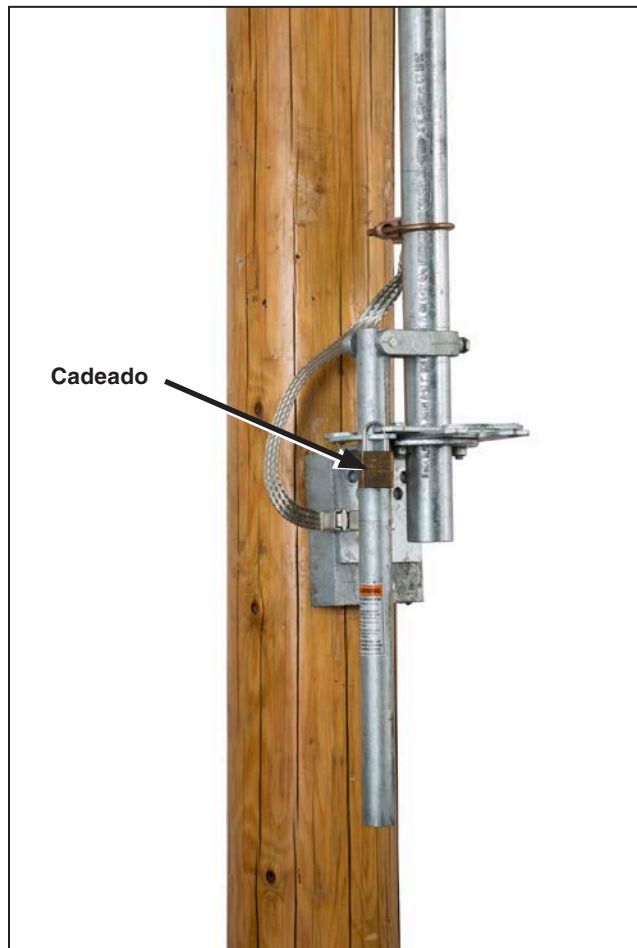

Figura 43. Remoção do(s) cadeado(s).
- (a) Remova o(s) cadeado(s) do(s) ferrolho(s) na alavanca de operação. Ver Figura 43.